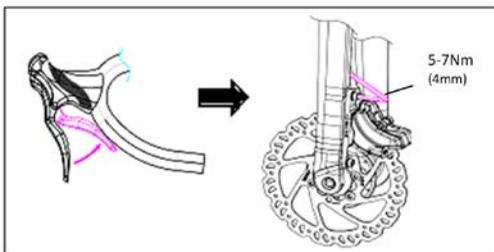

Figura G-2 Tirare la leva del freno e stringere la pinza con una coppia di 5-7 Nm
- Per allineare la pinza, fissare saldamente la ruota in base al Manuale d'uso della bicicletta, tirare la con fermezza leva del freno e tenerla premuto per allineare automaticamente la pinza sul rotore mentre si stringono i bulloni di fissaggio con una coppia di 5-7 Nm **(Figura G-2)**.